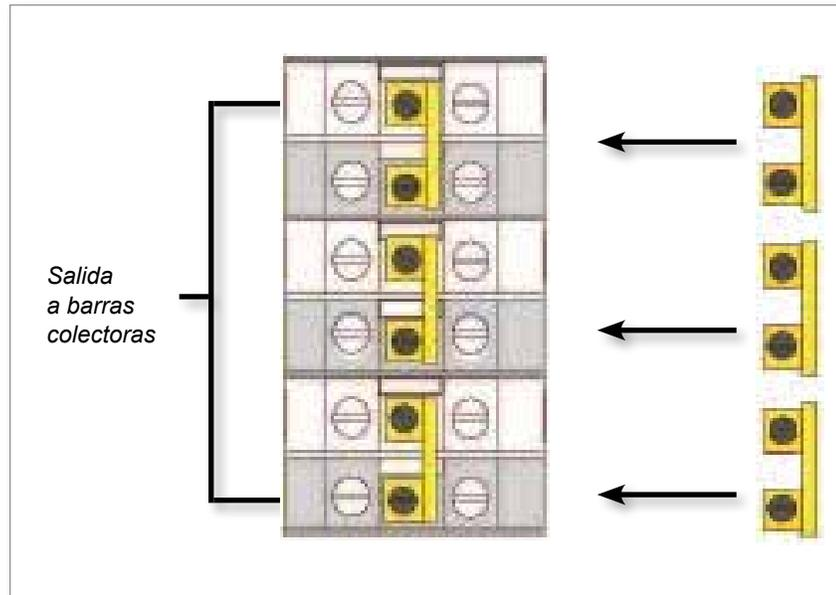

Figura 9-4 Instale los tres enlaces bidireccionales
2. Instale los tres enlaces bidireccionales. Consulte la Figura 9-4.